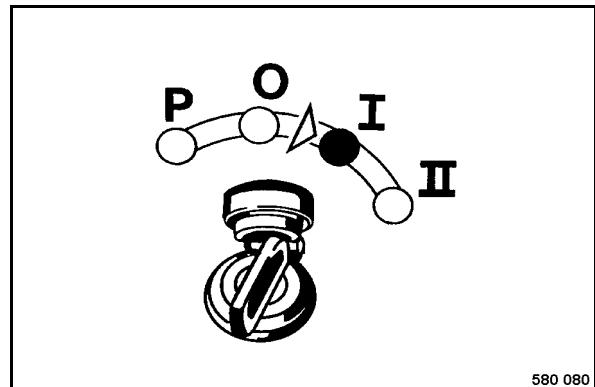

Fig. 200
- Commuter l'interrupteur d'allumage sur position „I“ (Fig. 200).